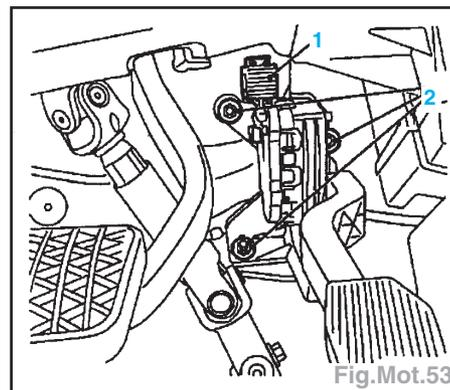

Fig.Mot.53
- la fiche (1), déposer les écrous (2) et le capteur de valeur (Fig.Mot.53).